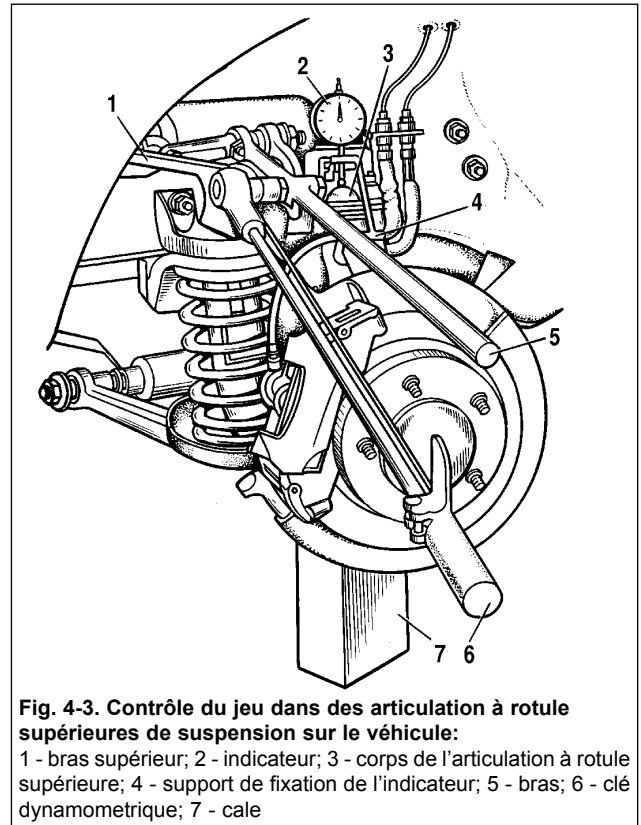

Fig. 4-3. Contrôle du jeu dans des articulation à rotule supérieures de suspension sur le véhicule:
- fixer le support 4 (fig. 4-3) de l'indicateur de l'outil sur le bout supérieur de pivot-support de fusée;